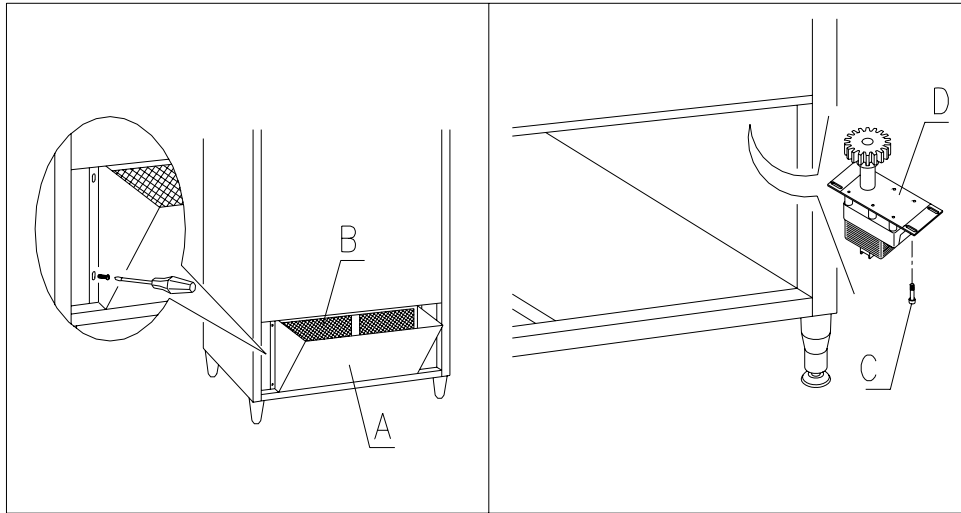

Abb. 18
8.10 AUSTAUSCH GETRIEBEMOTOR SÄULENDREHUNG ABB. 18